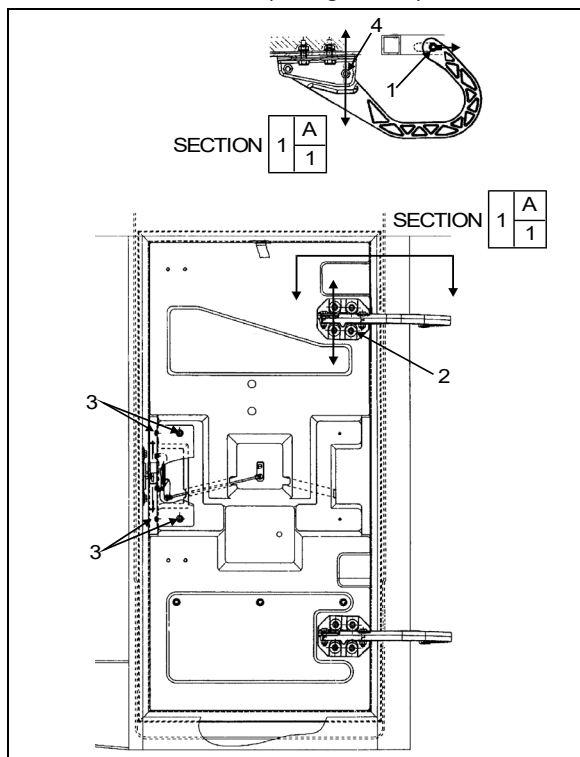

FIGURE 82 : PORTE DU COMPARTIMENT PRINCIPAL D'ALIMENTATION 18199
1. Desserrer l'écrou (1, Figure 82).
3. Serrer l'écrou (1, Figure 82).
4. Desserrer l'écrou (4, Figure 82).
7. Desserrer les vis (2, Figure 82). Les vis permettent de déplacer la porte vers le haut ou le bas.